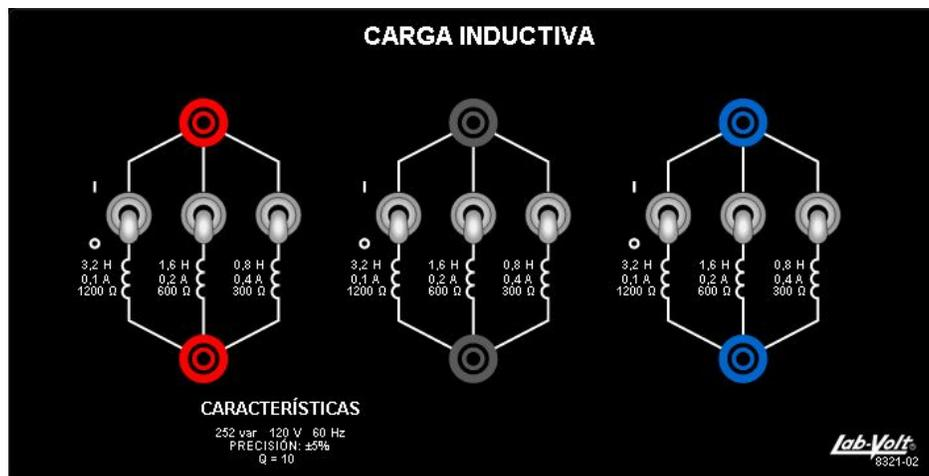

Figura 6.3
6.2.4 Cada inductancia cuenta con un interruptor que lo conecta (posición arriba) o desconecta (posición abajo) de las terminales como se muestra en la figura 6.3.